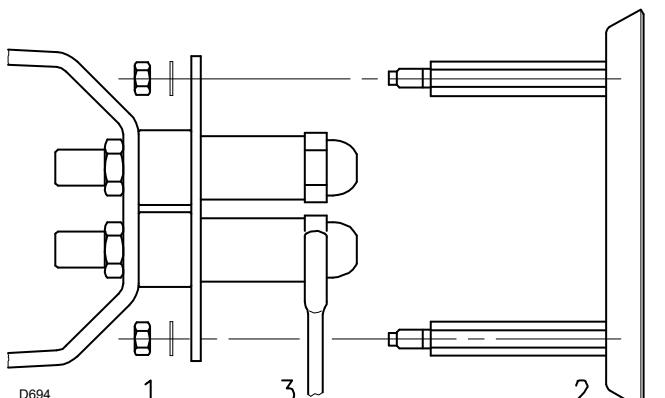

Fig. 12
- Verwijder de moeren 1) (Fig. 12) en de vlamhaker 2).
- Vervang de verstuivers met de sleutel 3) (Fig. 12).